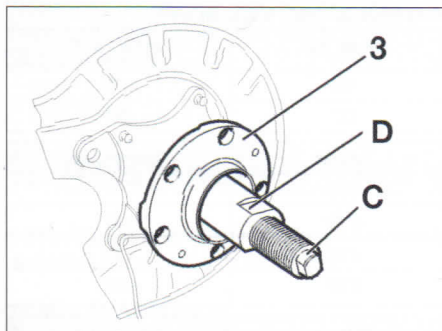

FIG. 20
- Atornillar un tubo guía (c) (fig. 20) de tipo PSA 0617-e sobre la mangueta.
- Colocar un conjunto rodamiento-cubo (3) nuevo.
- Roscar el casquillo (D) de tipo PSA 0617-D hasta que el conjunto rodamiento-cubo (3) haga tope.